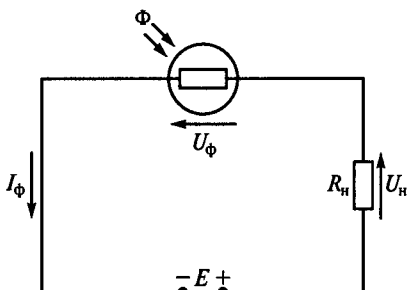

Рис. 188
**7.36.** Как изменятся напряжения на нагрузке  $U_n$  и фоторезисторе  $U_\Phi$  (рис. 188) при увеличении светового потока  $\Phi$ ?